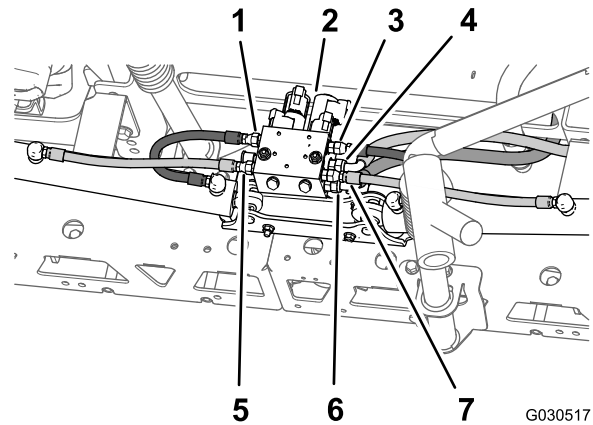

Figura 62
2. En la parte trasera de la máquina, retire las mangueras hidráulicas que van del distribuidor de elevación de los brazos al cilindro hidráulico (Figura 62).